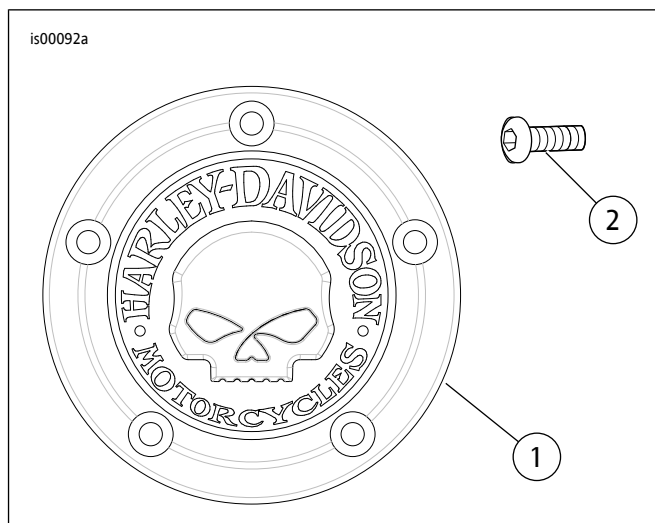

图1。维修零件：定时器盖套件
参见图1和表1。
- 参见图1。拆下固定原厂定时器盖的五个螺丝并丢弃。